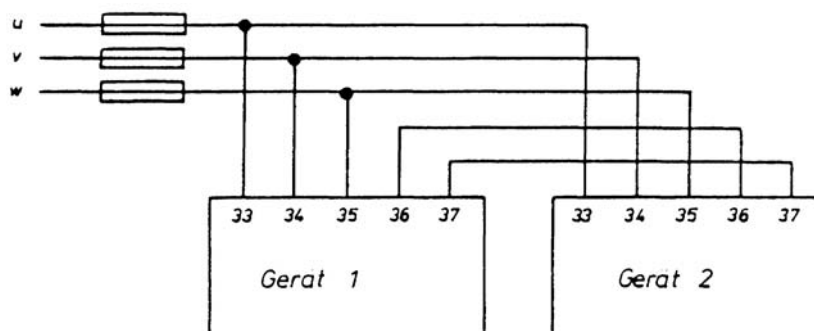

Abbildung 11: Absicherung bei mechanisch gekoppelten Achsen
- c) Bei mechanisch miteinander gekoppelten Achsen, wie z.B. bei Doppelmotoren oder gegeneinander verspannten Motoren sind die hieran beteiligten Geräte unbedingt hart parallel zu schalten. Ein getrenntes Absichern ist zwecklos und kann sogar schädlich sein, da beim Ausfall einer Achse die übrigen, noch betriebsfähigen Achsen durch den rotierenden Motor eine Betriebsspannung im defekten Gerät erzeugen. Die Geräte müssen deshalb gemeinsam abgesichert sein (Abbildung 11).